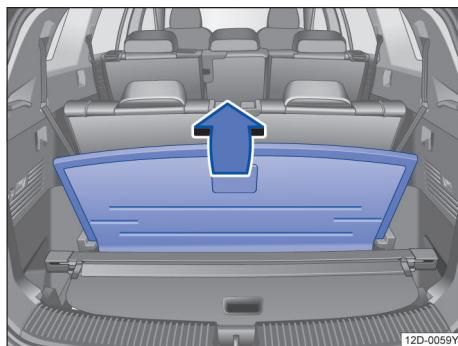

图 139 行李厢内：向上翻起行李厢地板
- 抓住行李厢地板，将行李厢地板向上翻，并卡止在行李厢内两侧的卡扣内→图 139。